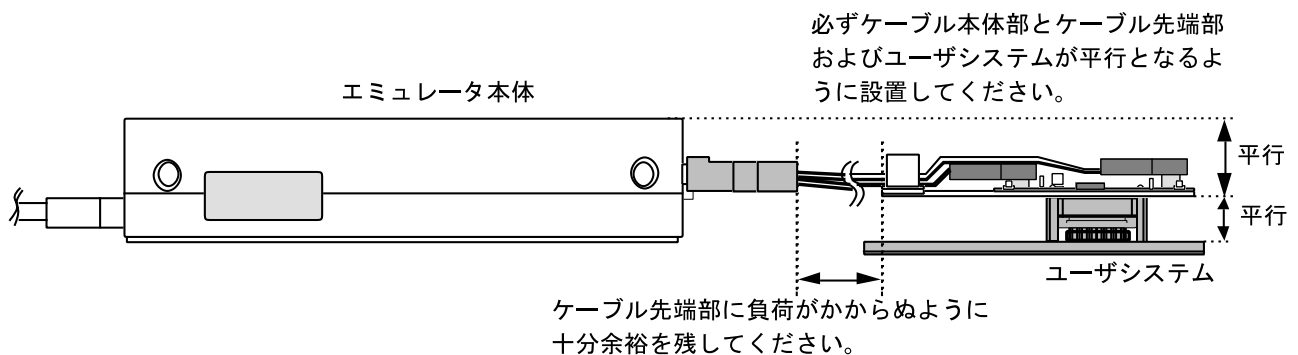

図9 設置例
- (1) ユーザシステムへの接続時には1ピン位置に十分注意して、誤接続は絶対にしないでください。
- (2) 本ユーザシステムインタフェースケーブルを使用する場合の推奨マウントパット寸法は、MCU実装用マウントパット寸法とは異なりますので注意してください。
- (3) 本ユーザシステムインタフェースケーブルは、HS2148EPI60H エミュレータ専用ですので、他のエミュレータ本体には使用しないでください。
- (4) ケーブル本体部が断線する可能性がありますので、本ユーザシステムインタフェースケーブルの上に重いものや金属等の角の尖ったものを置かないでください。
- (5) ユーザシステムに接続した状態では、ユーザシステムインタフェースケーブル、特にケーブル先端部に無理な力が加わらないように注意する必要があります。図9の設置例を参照してご使用ください。